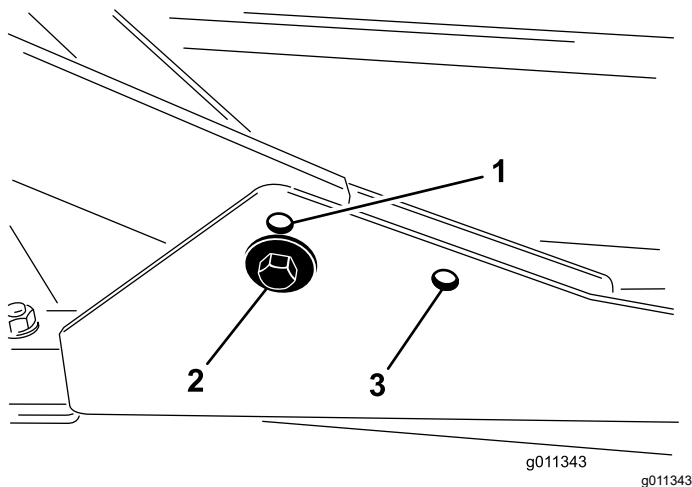

Figura 7
- Pentru înălrimi de tăiere cuprinse între 2,0 i 7,6 cm, monta cadrele de susinere frontale în orificiile de montare frontale inferioare (Figura 7).
- Pentru înălrimi de tăiere cuprinse între 6,3 i 10 cm, monta cadrele de susinere frontale în orificiile de montare frontale superioare (Figura 7).
Pentru toate înălrimile de tăiere, monta unitatea de tăiere spate în orificiile de montare din spate (Figura 7).